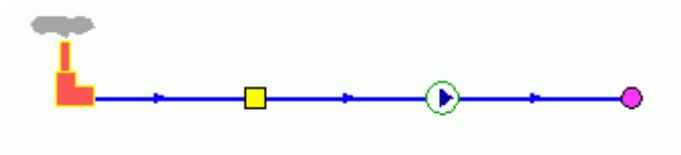

Рисунок 5.7. Ввод оставшихся элементов
13. Аналогичным образом соединить оставшиеся элементы, см. Рисунок 5.7, «Ввод оставшихся элементов».